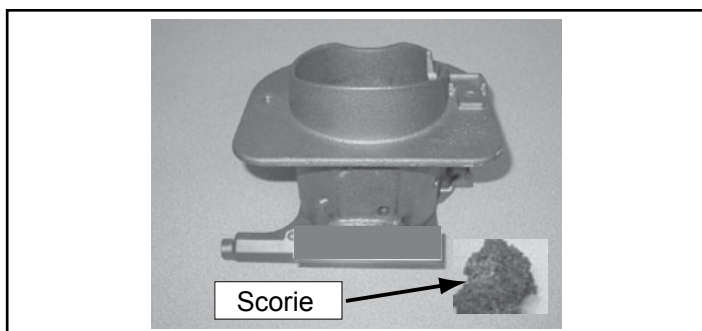

Figure 16.1 – Creuset de combustion avec de grands morceaux de scories
- d. Il pourrait être nécessaire d'utiliser un outil de nettoyage pour détacher les matériaux accumulés sur les côtés du creuset de combustion et enlever les scories. **Figure 16.1**